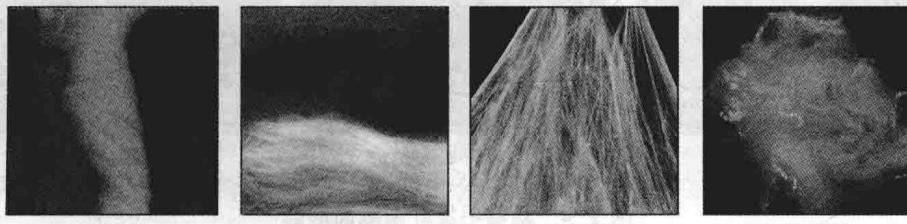

图 1-1 纤维
(1) **纤维** 直径为几微米到几十微米的细长而柔性的物质(图 1-1)。纤维按来源和习惯分为天然纤维和化学纤维两大类,或按英美习惯将化学纤维分为人造和合成纤维两类,共为三类。天然纤维根据纤维的来源属性分为植物纤维、动物纤维和矿物纤维;化学纤维按原料、加工方法和组成成分的不同,分为再生纤维、合成纤维和无机纤维三类。